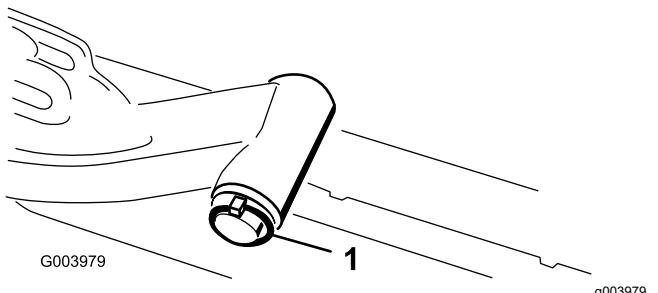

Figure 11
3. Insérez l'axe du bras de levage dans le bras et fixez-le à l'aide de la rondelle et de la goupille à anneau (Figure 11).